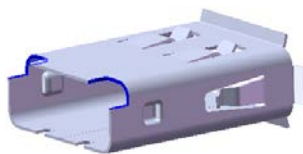

图 10.96 切除—拉伸 2
- (3) 定义切除深度属性。在 **方向1** 区域选中 ☒ **与厚度相等(L)** 复选框和 ☒ **正交切除(N)** 复选框。其他采用系统默认设置值。
- (4) 单击 按钮，完成切除—拉伸 1 的创建。
Step32. 创建图 10.96 所示的切除—拉伸 2。